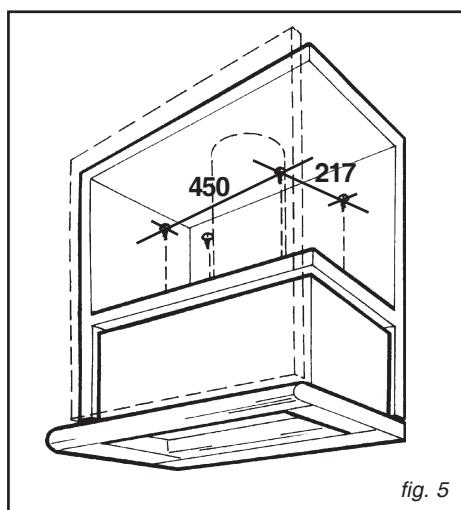

fig. 5
- Si l'appareil doit être installé en version évacuation, prévoir le trou d'évacuation de l'air. Fixation (fig. 5):